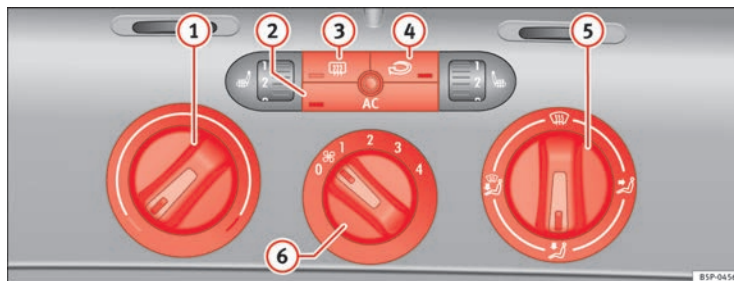

Fig. 108 Comandos do Climatic no painel de instrumentos
- Com os reguladores ⇒ fig. 108 1 e 5 e com o interruptor 6 é ajustada a temperatura, a distribuição do ar e o nível do ventilador.
- Ligar o ar condicionado com o botão ⇒ **página 151, fig. 108** .